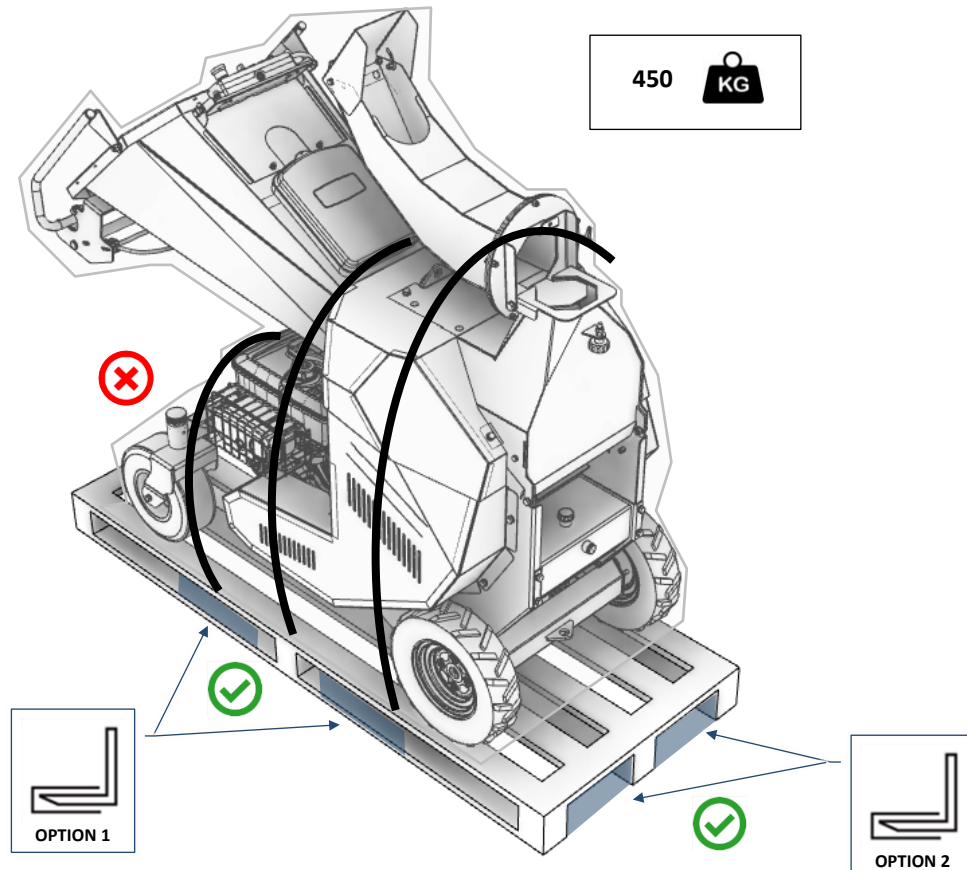
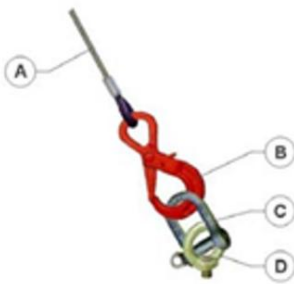
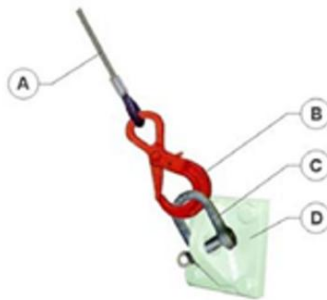

Abb. 6-1 – Handhabung der verpackten Maschine mit dem Gabelstapler
Abb. 6-2 – A: Seil – B: Haken – C: Schäkel – D: Ringschraube
Abb. 6-3 – A: Seil – B: Haken – C: Schäkel – D: Halterung
Die Maschine wird verpackt mit Stretchfolie und auf einer Palette mit den Maßen 2000 x 800 mm geliefert (siehe Fig. 6-1).
- Die Gabeln des Gabelstaplers müssen in die dafür vorgesehenen Öffnungen der Transportpalette eingeführt werden (Fig. 6-1): je nach gewählter Option müssen die Gabeln des Gabelstaplers ausreichend lang sein.
Alle Hauptteile der Maschine verfügen über vorbereitete Anschlagpunkte, wie z. B. Haken oder Ringschrauben (Beispiele in Fig. 6-2, Fig. 6-3 und Fig. 6-1), um Hebevorgänge durchzuführen.